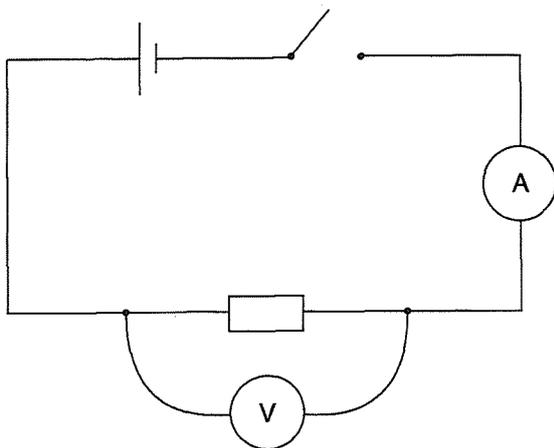

Figure 17.1
4.1. Réaliser le montage représenté à la figure 17.1 en utilisant une pile de 1,5 V (voltmètre: calibre 5 V^{*}; ampèremètre: calibre 50 mA^{**}). **Attention au sens de raccordement du voltmètre et de l'ampèremètre.**
4.5. Réaliser le montage représenté à la figure 17.1 en utilisant une pile de 4,5 V (voltmètre: calibre 10 V^{***}; ampèremètre: calibre 50 mA). **Attention au sens de raccordement du voltmètre et de l'ampèremètre.**